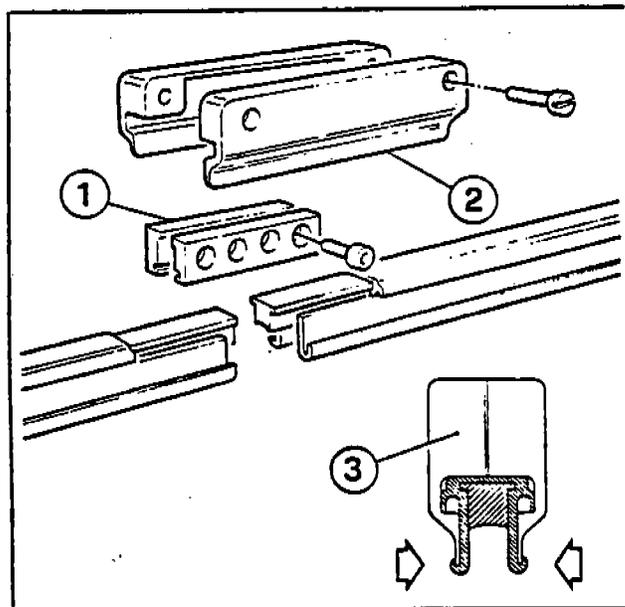

Fig. 26
c) Collegare tra loro i settori conduttura elettrica tramite il morsetto (1-Fig. 26) e coprire il morsetto con protezione isolante (2-Fig. 26).
! Insert the edge of the insulating cover (2-Fig. 26) into the catch on the insulating protection edge, to insure the proper spacing of the internal channel (3-Fig. 26).
! Inserire lo spigolo protezione (2-Fig. 26) nel bordino isolamento sbarra (3-Fig. 26). Evitando così il disallineamento dell'isolamento sbarra nella giuntura.